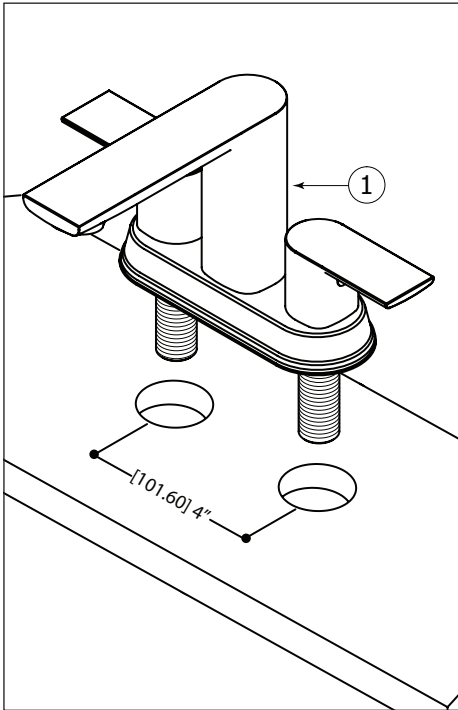

Fig.1
Insert the faucet (1) into the holes (Ø 1 1/4") of the basin or countertop as shown (fig. 1).
Insérer le robinet (1) dans les trous (Ø 1 1/4") du lavabo ou du comptoir tel qu'illustré (Fig. 1).